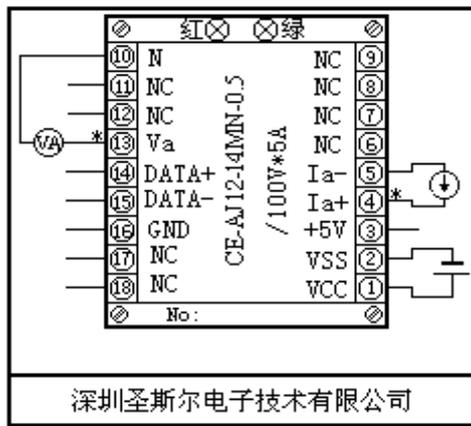

图 3.1.3 单相三隔离 N 型产品 RS485 接口接线参考图
3.1.4.3 单相三隔离 N 型产品接线参考图(电流端子输入，最大 6A),见图 3.1.3